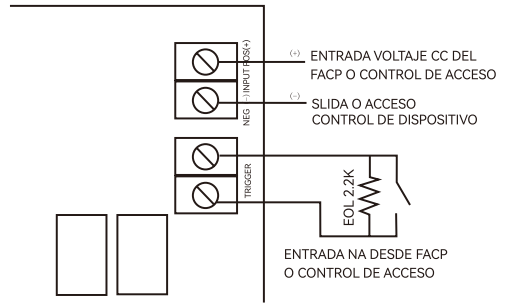

Fig.6-Dos (2) o más módulos CONTROL con entradas de disparo húmedas y/o secas NC (Sin enclavamiento):
- Para disparar desde FACP: conecte el circuito de señalización del FACP a los terminales [- ENTRADA +] en tarjeta CONTROL (Fig. 2, pág. 5). La polaridad se muestra en condición de alarma. Para interfaz de alarma de incendios con enclavamiento, ver Fig. 6, págs. 8 y 9.